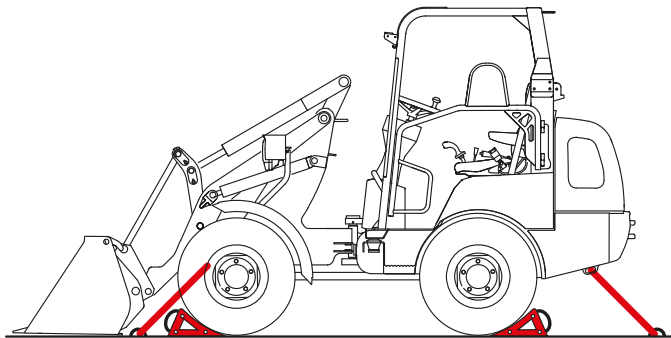

Fig.148
4. Surr fast kjøretøy som fremstilt i *Fig. 148*.